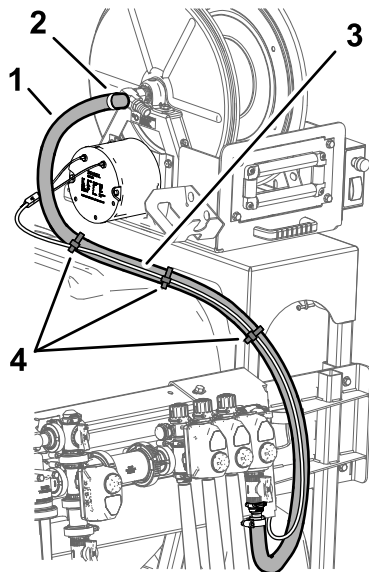

Figura 50
alimentación del carrete con 3 bridas (Figura 50).
4. Conecte la manguera de 180 cm al conector de manguera dentado del carrete de la manguera, y sujete la manguera al acoplamiento con una abrazadera, como se muestra en la Figura 50.